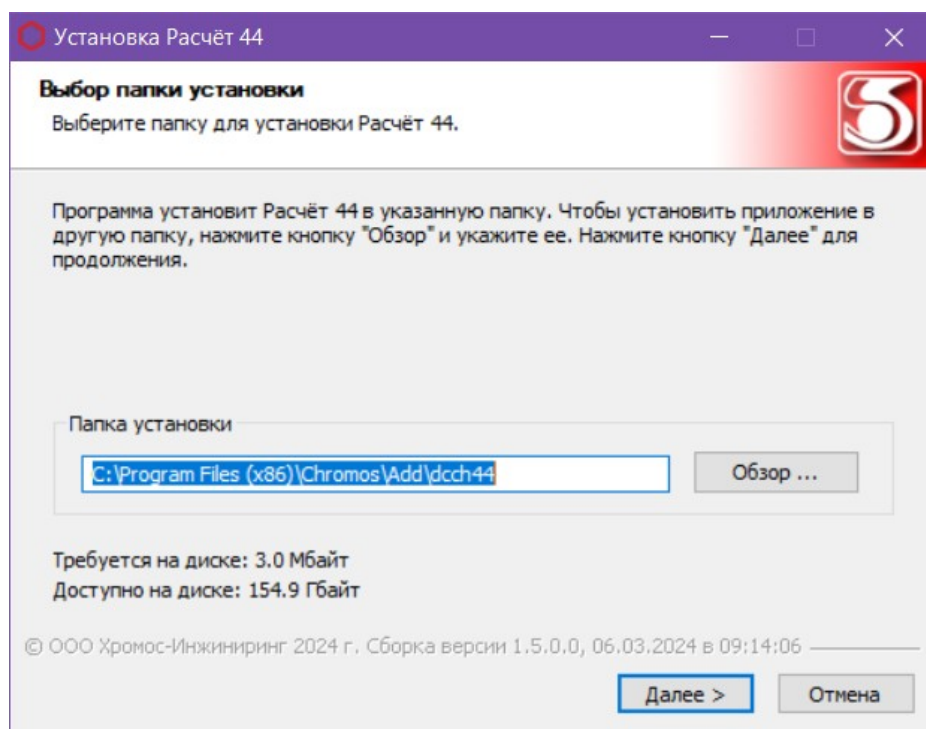

Рис. 1. Установка дополнения
2. Укажите путь установки программы и нажмите **Далее >** (Рис. 1).